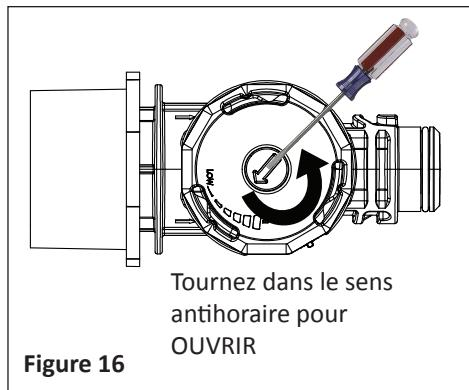

Figure 16
1. À l'aide d'un tournevis à tête plate, tournez la vanne dans le sens horaire (pour réduire le débit) ou antihoraire (pour augmenter le débit). Voir la **Figure 16**.